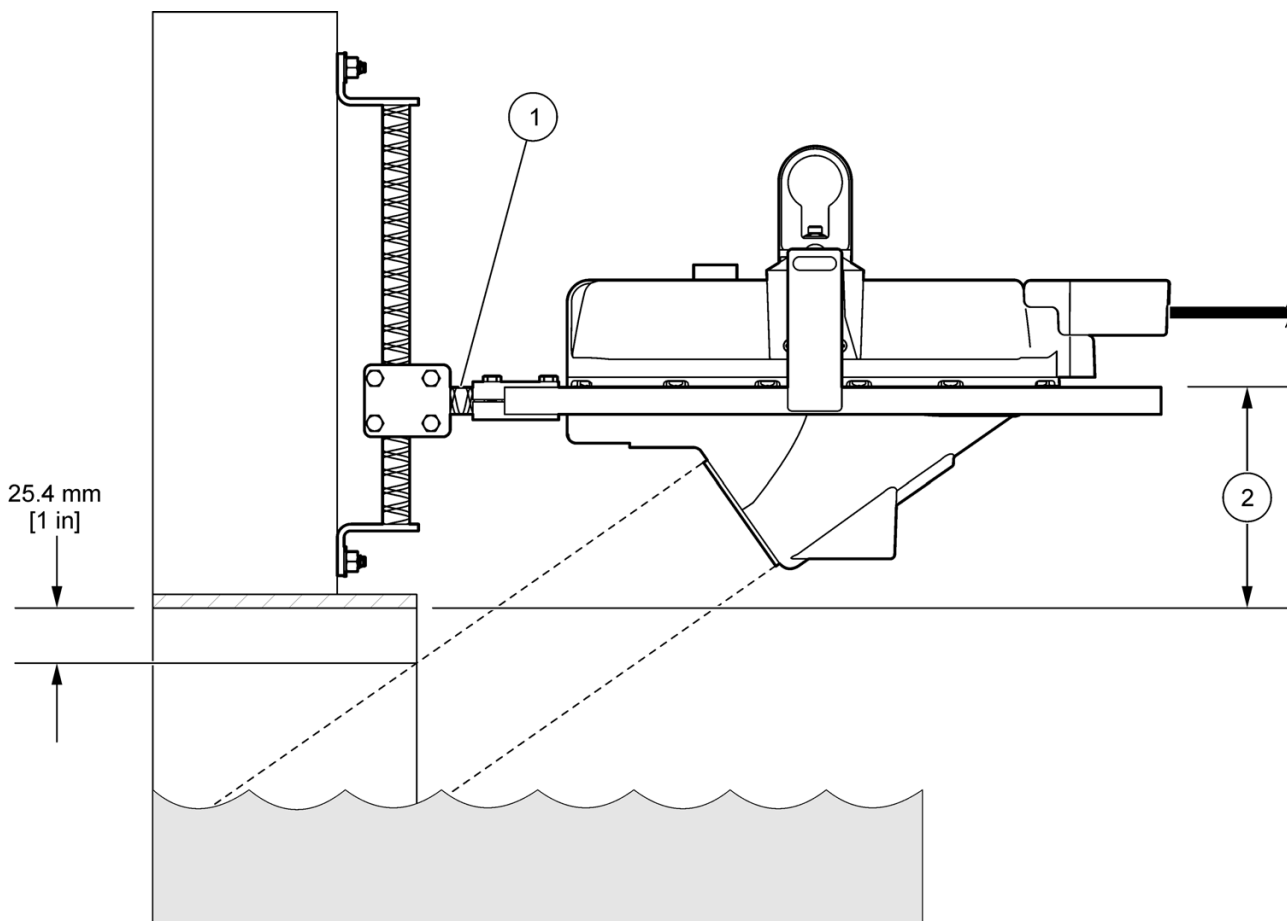

Figura 11 Alineación vertical del sensor Flo-Dar
- Flo-Dar sin SVS: asegúrese de que cuando el sensor se encuentre en el chasis, el haz del radar no quede bloqueado por la pared o el canal (Figura 11).
El sensor debe estar alineado verticalmente para asegurarse de que este se encuentra por encima del caudal y de que el haz del radar no está bloqueado por la pared o el conducto (Figura 11).
1. Trace una línea imaginaria aproximada entre la parte superior de la lente del radar perpendicular al lugar al que apuntará la lente (Figura 11).
2. Afloje la abrazadera del soporte de montaje en pared y coloque el chasis de forma que el haz del radar apunte al menos 1 pulgada (2,54 cm) por debajo de la corona del conducto (Figura 11). Puede que sea necesario instalar el separador de 12 pulgadas para alejar más el chasis de la pared.